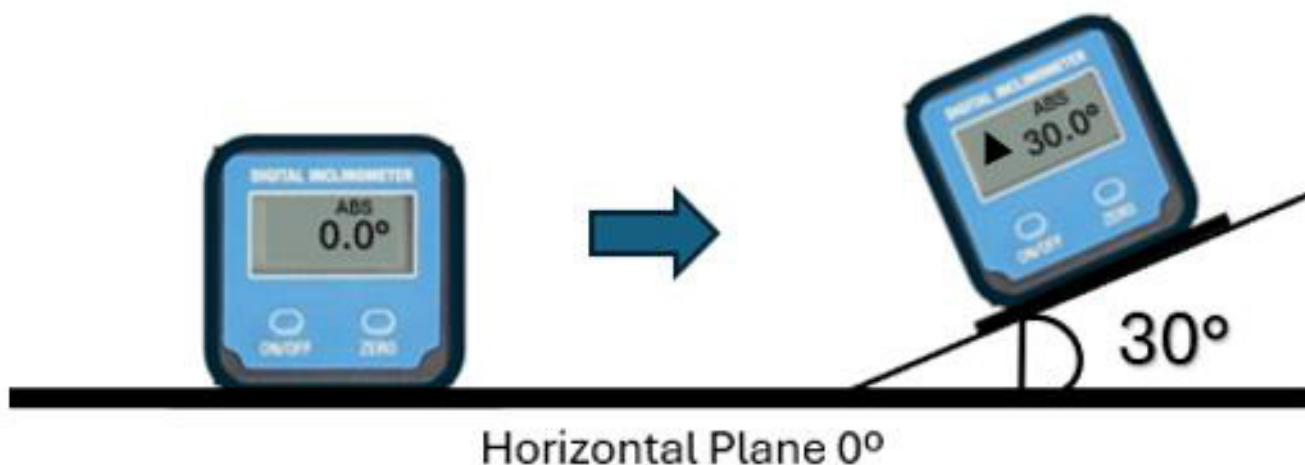

Figure 2
- Mode (absolu) ABS (ABS s'affiche) mesure l'angle entre une surface horizontale plane et un objet (Figure 2).